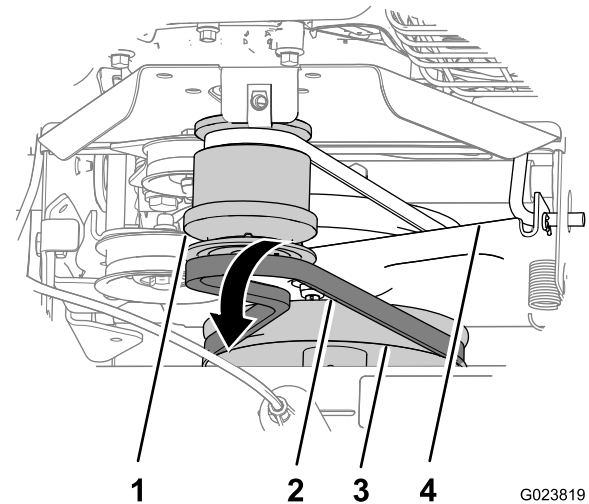

Figura 40
- Mueva la correa hacia adelante y retírela de la ranura delantera de la polea del motor (Figura 40).
- Retire la correa de la polea de la caja de engranajes del cepillo, mueva la correa hacia atrás entre la polea y el soporte del control de tracción, y retire la correa de la máquina (Figura 40).
1. Alinee la correa de repuesto entre la polea y el soporte del control de tracción (Figura 40).
2. Coloque la correa en la ranura de la polea de la caja de engranajes (Figura 40).
3. Coloque la correa en la ranura delantera de la polea del motor (Figura 40).